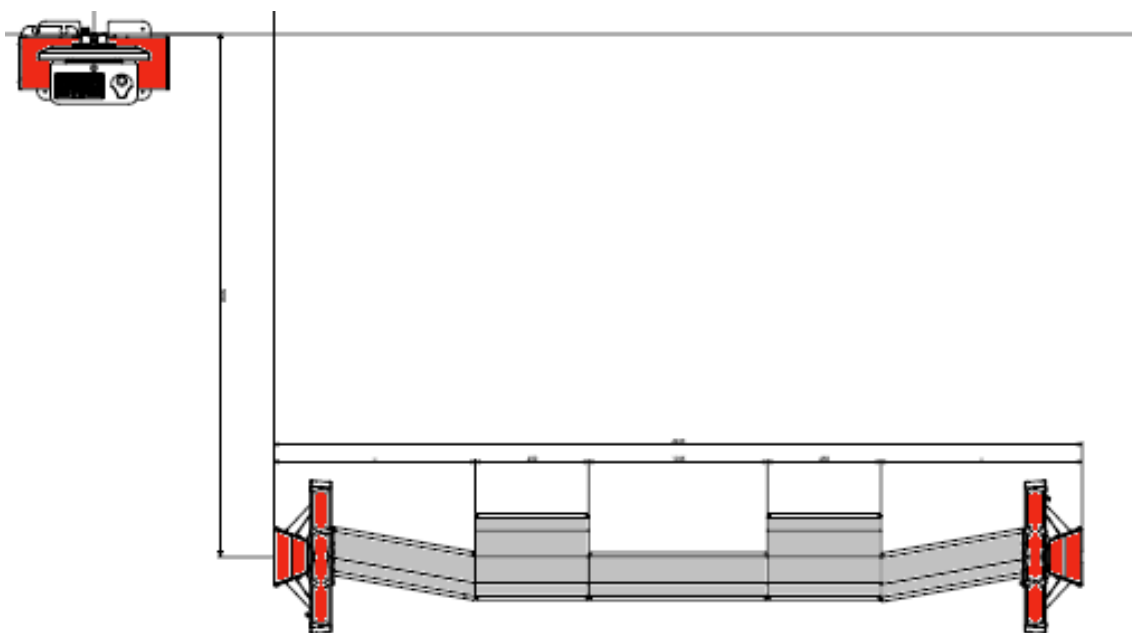

Figura 102 – Configuración básica
- Colocar las diferentes unidades de medición, la unidad central, las plataformas metálicas y los conductos cubre cable siguiendo las indicaciones y las mediciones indicadas en el esquema de la figura 102.
La figura 102 muestra el esquema y la consiguiente área nominal de instalación de un sistema completo. Por consiguiente, el espacio de trabajo dentro del cual se coloca un sistema completo de pre-check para la medición de alineaciones tiene unas dimensiones de **L x W x H = 6,50 x 3,50 x 2,50 m³**.